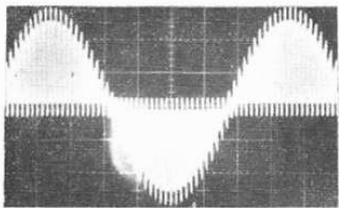

Fig. 1
- Moduler sur une seule voie le signal HF multiplex (fig. 1).